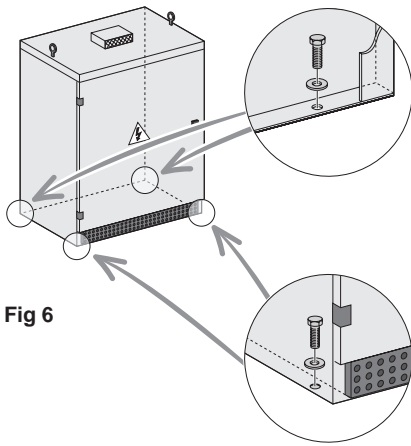

Fig 6
- Fije los cofrets al suelo con o sin zócalo, utilizando los puntos de fijación previstos para ello (**fig 6**).